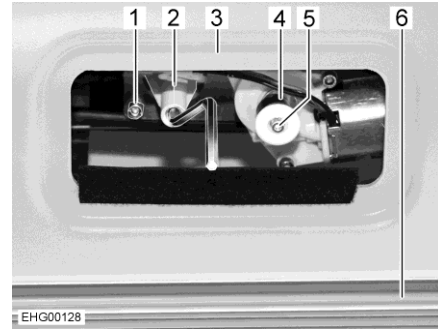

Fig. 49 Accesso al motore
- Rimuovere il diaframma removibile sopra il rivestimento del parabrezza (Fig. 49,3). Il motore (Fig. 49,1) è accessibile.
- Rimuovere la bussola di plastica (Fig. 49,4).
- Premere e tenere premuto il bottone di sicurezza bianco (Fig. 49,5).
- Posizionare la manovella sul suo attacco (Fig. 49,2).
- Con la manovella, spostare la tendina oscurante pieghevole (Fig. 49,6) verso l'alto o verso il basso.
- Dopo aver allontanato le due barre di presa dalla visuale: Estrarre di nuovo il bottone di sicurezza (Fig. 49,5).